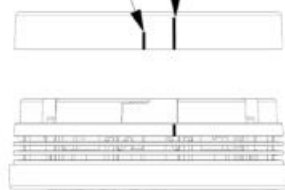

Fig. 6 – Montera rökdetektorn mot basen
- Rikta in rökdetektorn och vrid enheten medurs för att låsa den på plats se Fig. 6).